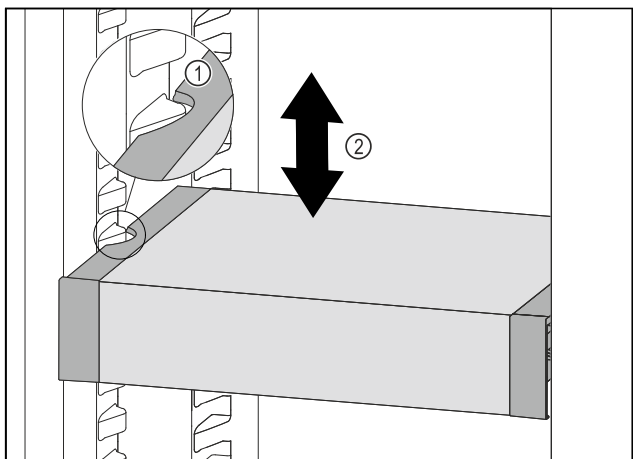

Fig. 113
- ▶ Táhněte VarioSafe dopředu, dokud nebudou boční vybrání VarioSafe na úrovni žebrování na nádoby v chladničce. Fig. 113 (1)
- ▶ Posouvejte VarioSafe v chladničce nahoru nebo dolů, dokud nedosáhnete požadované výšky. Fig. 113 (2)